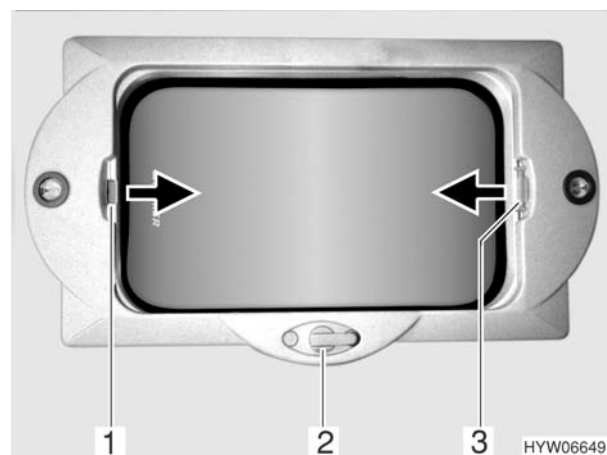

Fig. 28 Oblò a manovella
- Sollevare (aprire) o abbassare (chiudere) l'oblò a manovella ruotando la manovella (Fig. 28,2) in senso corrispondente. Il posizionamento è a piacere.
- Tirare la tendina oscurante pieghevole (Fig. 28,3) nella direzione della freccia fino alla posizione desiderata. La tendina oscurante pieghevole rimane in questa posizione.
- Tirare la zanzariera a rullo (Fig. 28,1) nella direzione della freccia fino a toccare la tendina oscurante pieghevole (Fig. 28,3).
- Premere la maniglia della zanzariera a rullo (Fig. 28,1).